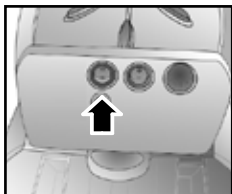

Fig. 6
Wenn Sie mit Dampf bügeln möchten, den Schalter des Dampferzeugers (A) (Fig. 6) drücken und den Dampfbügel (C) wie von Ihnen gewünscht einstellen. A Wenn die Kontrolllampe Dampfbereitschaft (D) leuchtet, bedeutet dies, dass die Dampfbügelstation zum Bügeln mit Dampf bereit ist.